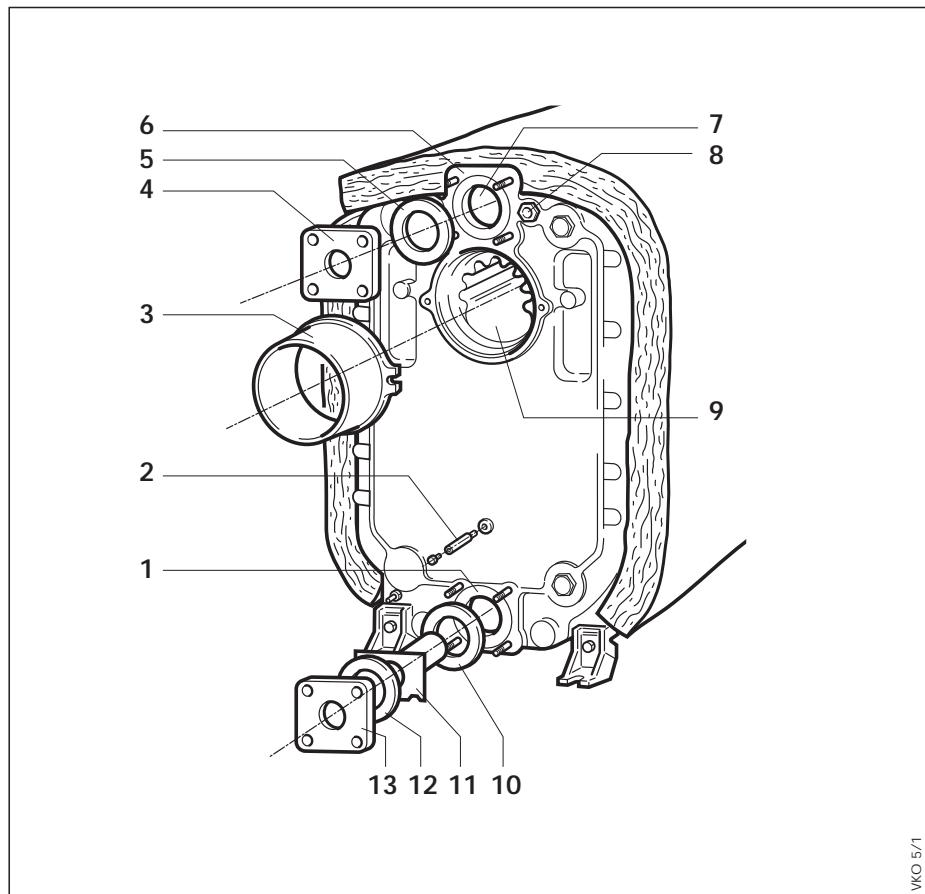

Fig. 4.5 Montage des manchons de raccordement
Légende de la Fig. 4.5
- Poser le matelas d'isolation (4) à l'arrière du bloc chaudière.
- Accrocher le panneau arrière (7) sur les panneaux latéraux (8 et 10) et fixer l'ensemble à l'entretoise à l'aide d'une vis à tôle (voir Pos. 2 fig. 4.5 page 12).
- Fixer le câble de terre à l'habillage de la chaudière. Insérer la sonde du thermostat, de la sécurité de surchauffe et du thermomètre dans la douille (voir N° 8 de la fig 4.5, page 12) et l'enfoncer jusqu'au bout à l'aide d'une clavette ondulée pour la fixer avec le clip de sécurité.
- Fixer la tôle avant (1) sur la porte de la chambre de combustion (3) avec quatre boulons.
- Poser le dessus de la chaudière (4) et le fixer à l'aide d'un boulon.